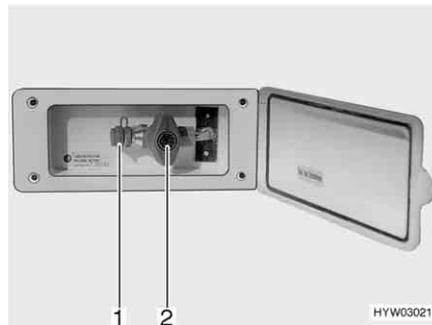

Bild 145 Externer Gasanschluss, Gasabsperrentil geschlossen
Der externe Gasanschluss (Bild 145) befindet sich je nach Modell am Heck oder auf der linken bzw. rechten Fahrzeugseite.
- Externes Gasgerät an der Anschluss-Stelle (Bild 145,1) anschließen.
- Das Gasabsperrentil (Bild 145,2) öffnen.